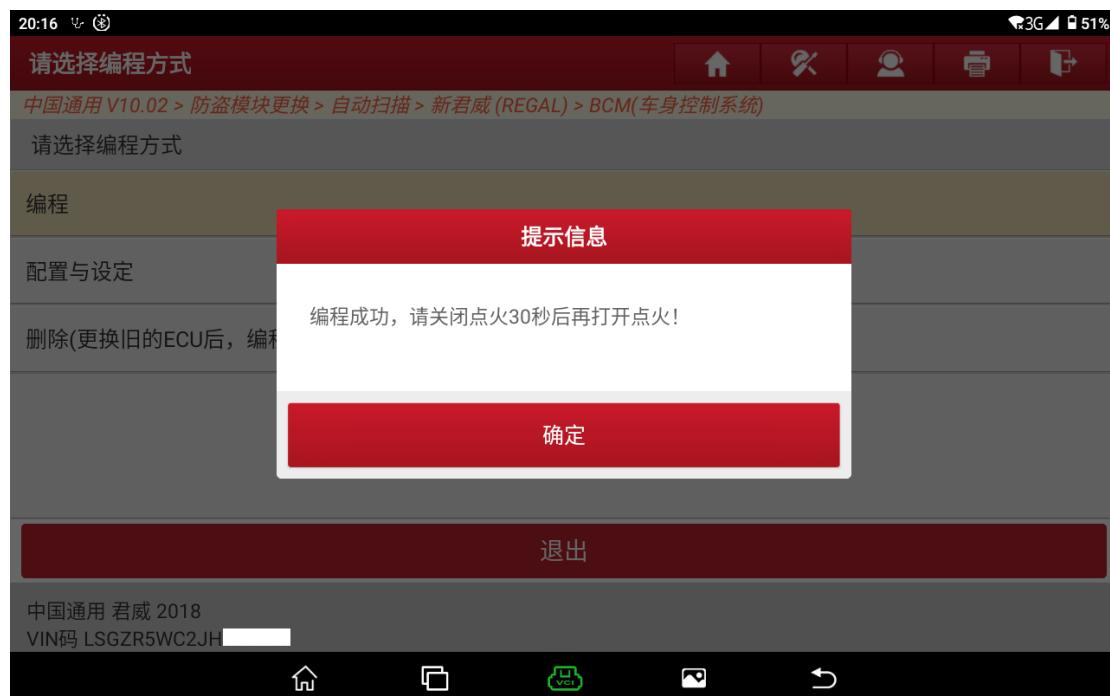

图 12
12. 编程成功，关闭点火 30 秒后再打开点火，如图 12。